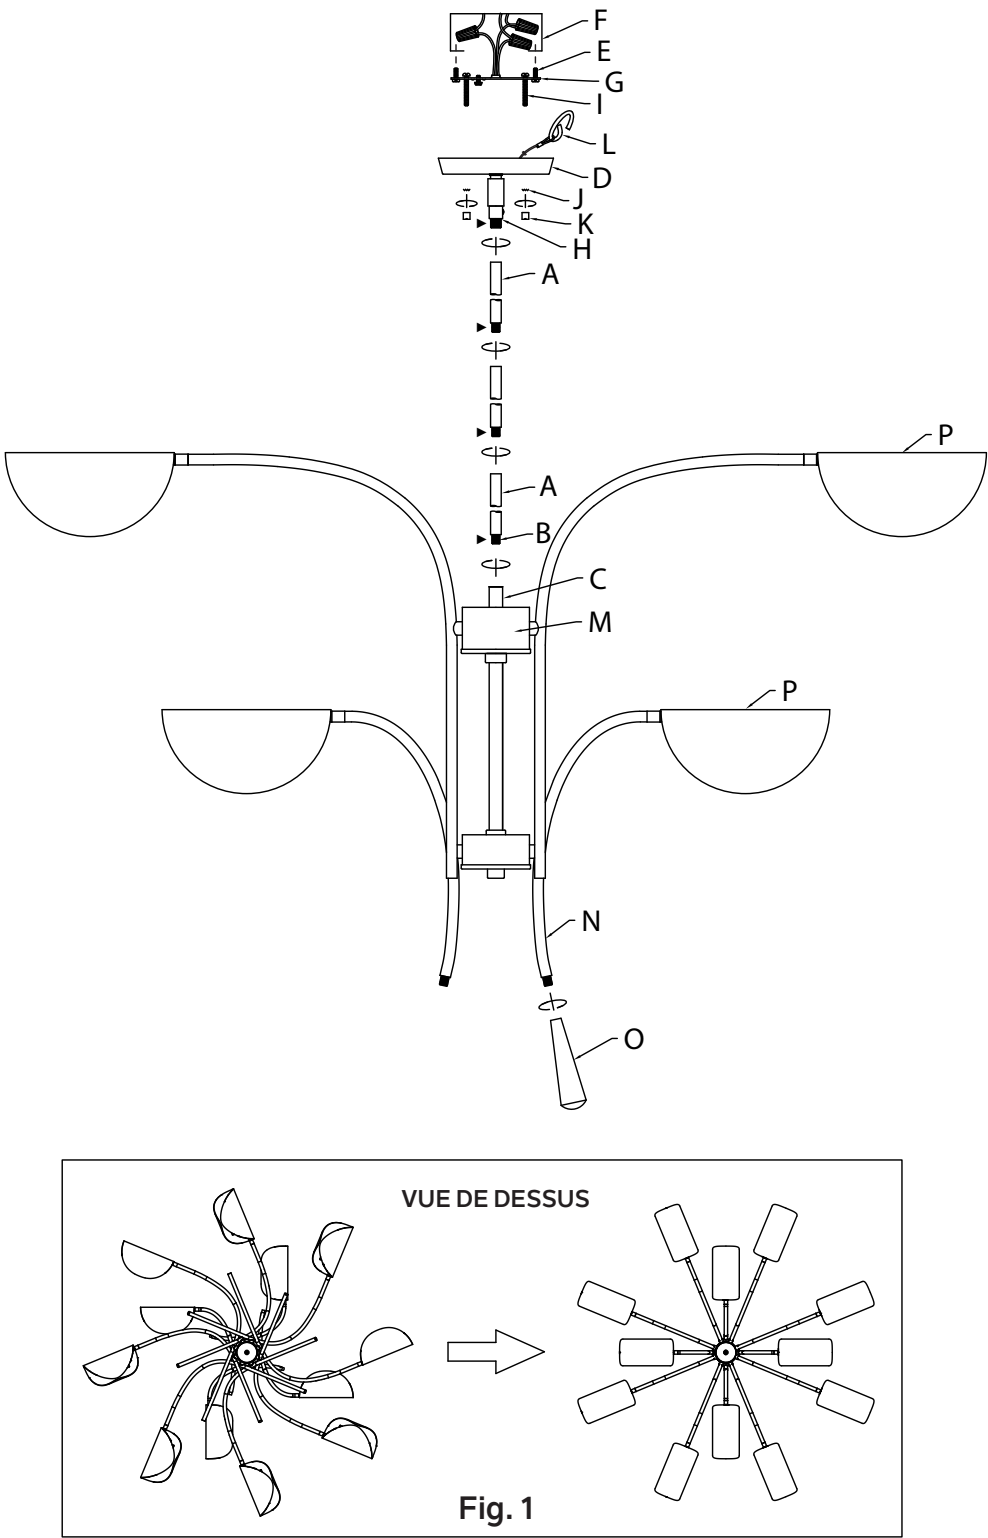

Fig. 1
- Rotate fixture arms up into vertical position as shown (Fig. 1).
**NOTE:** A minimum of one (1) 12-inch (30.5 cm) stem and one (1) 6-inch (15.2 cm) stem **[A]** must be used when mounting fixture.
- Tournez les bras du luminaire en position verticale (voir Fig. 1).
**REMARQUE :** Utiliser une (1) tige minimum de 30,5 cm (12 po) et une (1) tige minimum de 15,2 cm (6 po)**[A]** pour le montage du luminaire.
- Gire los brazos del artefacto hasta la posición vertical como se muestra (Fig. 1).
**NOTA:** Se debe utilizar un mínimo de un (1) vástago de 12 pulgadas (30,5 cm) y un (1) vástago de 6 pulgadas (15,2 cm) **[A]** cuando se monte el artefacto.